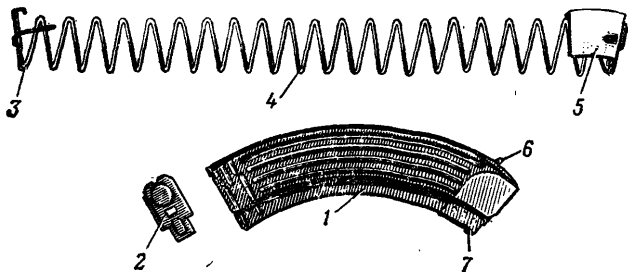

Рис. 37. Магазин:
22. Магазин (рис. 37) служит для помещения